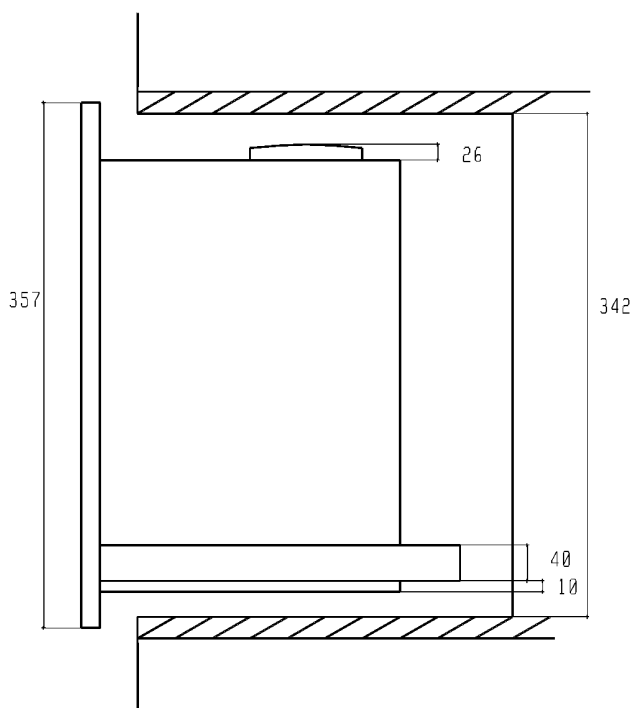

Fig. 5
- Insertar las guías telescópicas de la máquina de café en los soportes montados en el interior del mueble y hacerlos deslizar hasta el final de su recorrido para que disparen los topes de seguridad (fig. 5).